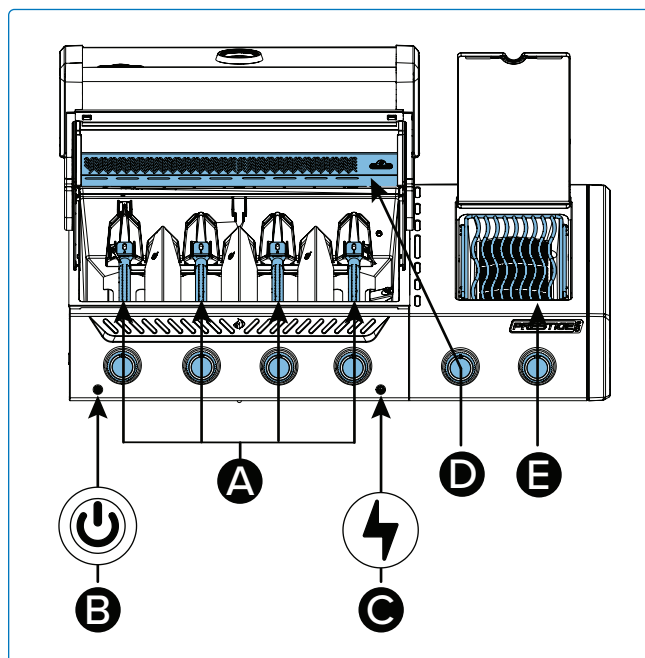

Fig 6
5. Als de brander niet ontsteekt – draai de branderknop dan rechtsoom naar de UIT-stand. Wacht 5 minuten. Herhaal stap 3 en 4. (**Fig 6**).